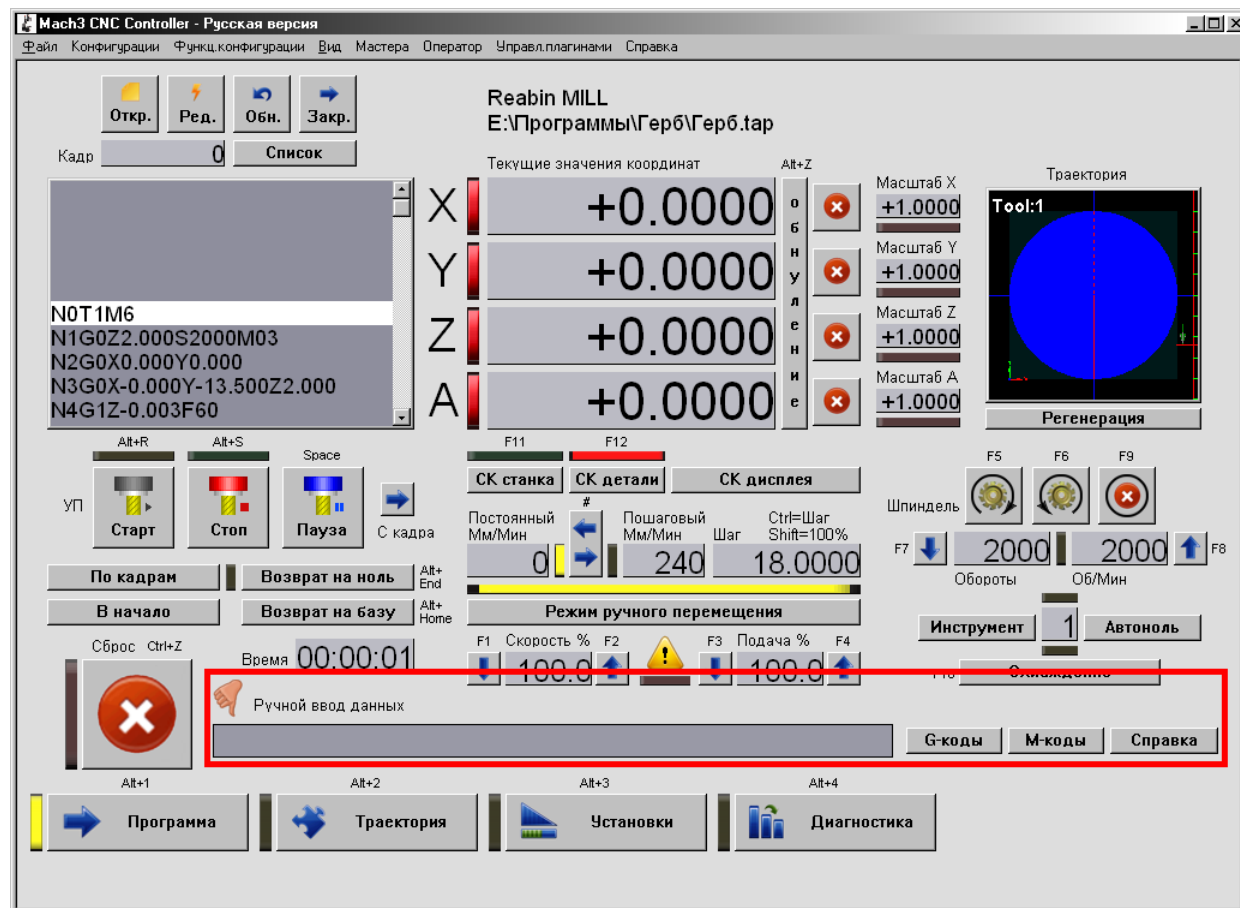

Рис. 10. Поле ручного ввода данных, строка сообщений и кнопки справочных экранов.
3.1.6 В нижней части рабочего окна находится поле для ручного ввода данных, строка сообщений и кнопки справочных экранов (**Рис. 10**).